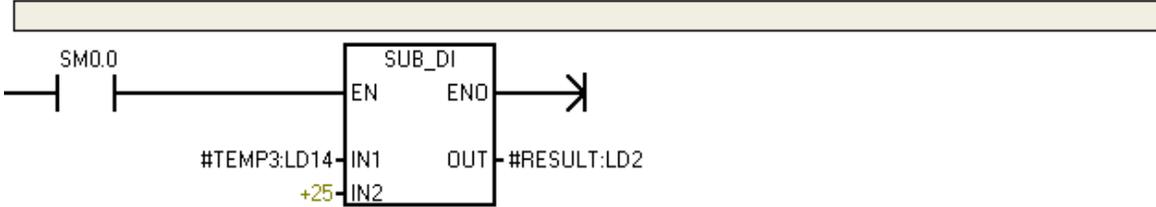

Figura 126: Subrutina de Humedad [17]
- **Subrutina de Humedad.** En esta subrutina está implementada la función de escalamiento. (Ver figura 126).